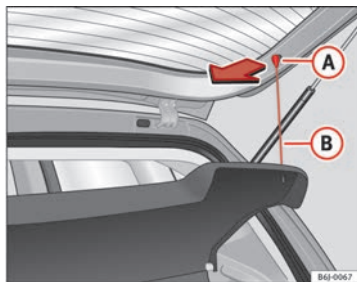

Abb. 90 Hutablage
- Hängen Sie die Streben ⇒ Abb. 90 (B) aus den Aufnahmen (A) aus.